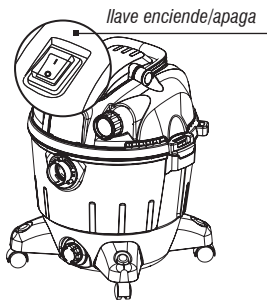

Fig. 13 – Encender/apagar la aspiradora de polvo
2. Presione la llave enciende/apaga para accionar la aspiradora de polvo, de acuerdo a lo mostrado en la Fig. 13, para apagar basta presionar nuevamente el botón.